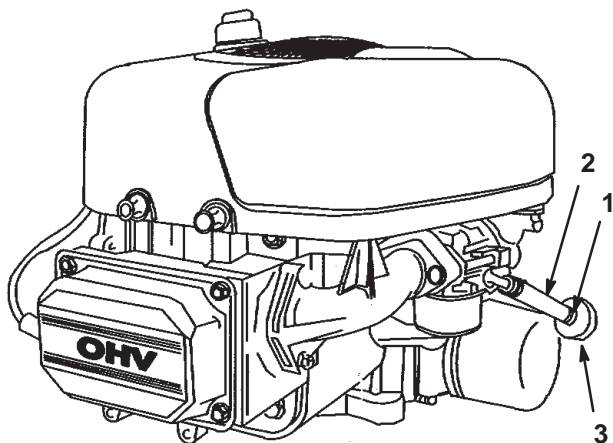

Figure 37
- Desserrez le collier de serrage au niveau du filtre à carburant et repoussez-le le long de la conduite d'alimentation pour l'éloigner du filtre (Fig. 37).
- Débranchez la conduite d'alimentation du filtre (Fig. 37).
- Raccordez la conduite d'alimentation au filtre. Rapprochez le collier de serrage du filtre pour fixer la conduite d'alimentation (Fig. 37).
- Pincez les extrémités des colliers et faites glisser ceux-ci pour les éloigner du filtre (Fig. 37).
- Posez un filtre neuf et rapprochez les colliers de fixation du filtre (Fig. 37).